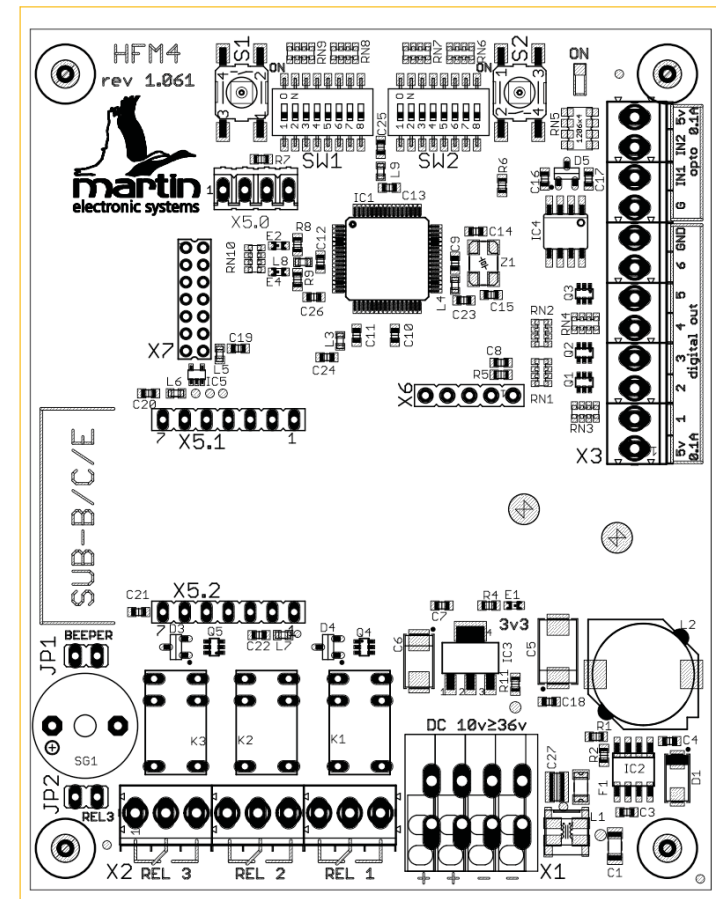

Abbildung 31: Draufsicht Platine Empfangseinheit (HF-Modul)
Eine häufige Installationsart ist der Standalone-Betrieb. Hierfür stehen auf dem HF-Modul zwei Relais (K1, K2) zur Verfügung. Die Relaiskontakte sind an der Klemmleiste X2 aufgeführt (Abbildung 31, Tabelle 4). Das Schaltverhalten der Relais kann programmiert werden (s. Kapitel 8.6).
- Opto IN 1 an der Klemmleiste X3 (Abbildung 31) ist ein Reset-Eingang. Dieser unterdrückt bzw. unterbricht die Schaltfunktion der Relais 1 und 2 sowie der CPU-Ausgänge. Ein Pflege-Transponder, der sich im Erfassungsfeld befindet und dessen Taste gedrückt wird, hat die gleiche Funktion.
- Opto IN 2 an der Klemmleiste X3 (Abbildung 31) ist ein Reedkontakt-Eingang, der im geschlossenen Zustand nur Relais 2 schalten lässt. Im geöffneten Zustand sind alle Ausgänge Relais 1 und Relais 2 sowie die CPU-Ausgänge aktiv. Ein Anwendungsfall hierfür ist die Türverriegelung (s. Kapitel 9.2).